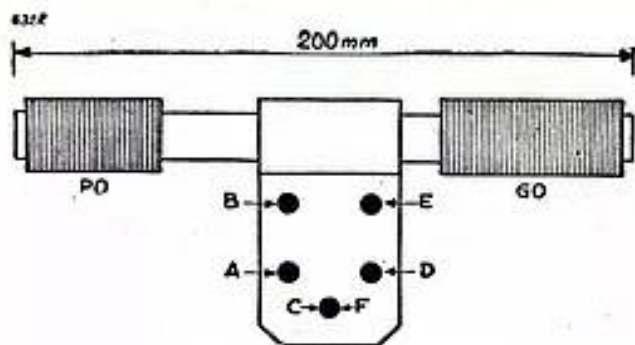
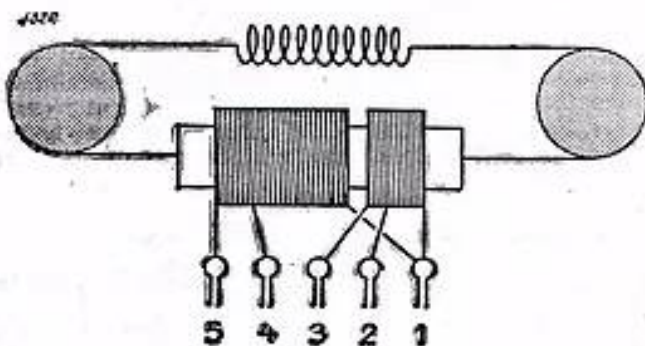
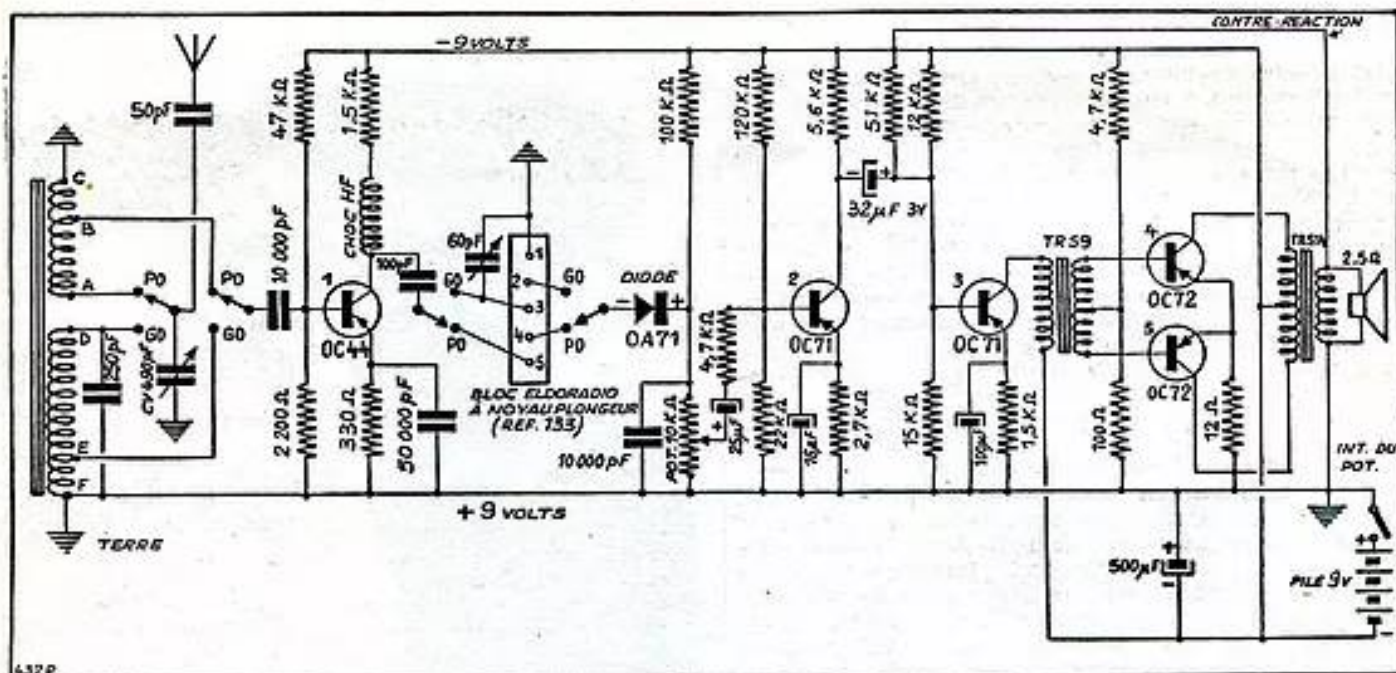

FIG. 6. — Branchement du cadre OREGA PO-GO, type ICT 200 (vue côté cosses à souder).
FIG. 7. — Repérage des cosses, du bloc Eldorado, référence 133, à noyau plongeur.
FIG. 8. — Schéma de réalisation.
Le repérage des cosses du cadre est indiqué sur la fig. 6. Le repérage des cosses du bloc de bobinages à noyau plongeur (utilisé sur ce récepteur comme bloc haute-fréquence PO-GO) est indiqué sur la fig. 7. Le schéma de câblage est indiqué sur la fig. 8. Voici comment réaliser ce câblage : la douille de fiche banane dans laquelle, par la suite, sera branchée l'antenne, est connectée à un condensateur fixe, au mica, de 50 pF. Le fil demeurant libre de ce condensateur fixe est relié à la cosse du contacteur correspondant à son frotteur. Cette même cosse est également connectée aux lames fixes d'un condensateur variable (CV) de 490 pF avec trimmer. Les lames mobiles de ce condensateur variable sont bran-